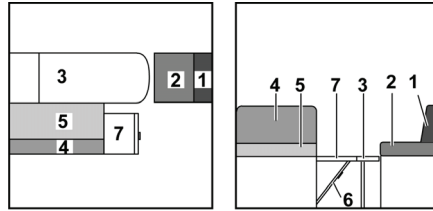

Bild 168 Während des Umbaus
- Sitzbankverlängerung (Bild 168,7) nach oben klappen und mit Klappe verkeilen.
- Das Rückenpolster des Längssitzes (Bild 168,1) abnehmen und beiseite legen.
- Das Sitzpolster des Längssitzes (Bild 168,2) nach vorn bis zum Tisch ziehen.
- Das Sitzpolster der Sitzbank (Bild 168,5) nach vorn auf den Tisch ziehen.
- Das Rückenpolster der Sitzbank (Bild 168,4) umlegen und auf die Sitzbankverlängerung ziehen.
- Das Zusatzpolster (Bild 168,9) zwischen das Sitzpolster und das Rückenpolster legen.
- Die Zusatzpolster (Bild 168,10, 11 und 12) zwischen die Seitenwand und die Polster auf dem Tisch und der Sitzplatte legen.